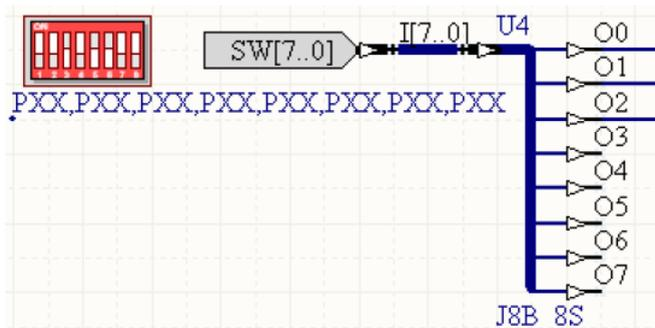

Рис. 34. Подключение переключателя порта *DIP* к *J8b_8S*
- Добавьте ещё одну шину для соединения *DIP*-переключателя порта с секцией компонента *J8B_8S* (рис. 34).